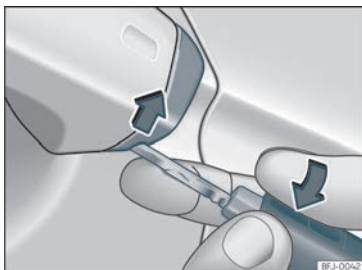

Fig. 79 Manípulo da porta do condutor: soltar a tampa fazendo alavanca.
- Introduza o palhetão na abertura inferior da tampa do manípulo da porta do condutor »» Fig. 79 e retire a tampa de baixo para cima.